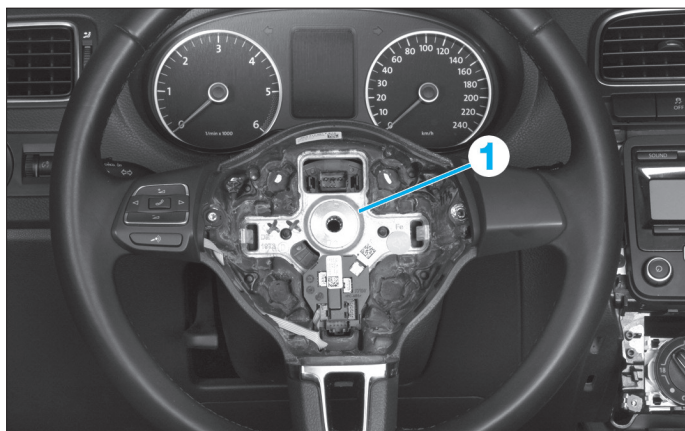

FIG. 28
- Déposer la vis de fixation (1) du volant, puis le déposer (Fig.28).